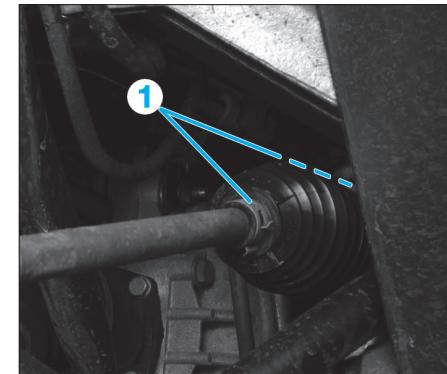

Fig. 11
- les colliers (1) (Fig.11),
- Desserrer le contre-écrou de la rotule de direction (3).
- Déposer l'écrou (4) de rotule de direction.